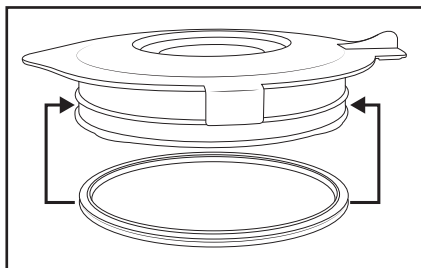

Fig. 3
- Limpe a tampa de enchimento **1** e a tampa **2** numa solução de água e detergente suave. Para a limpeza manual, pode retirar a vedação de borracha **9**. Verifique se a vedação de borracha **9** está de novo colocada corretamente, antes de voltar a utilizar a tampa **2** (fig. 3).